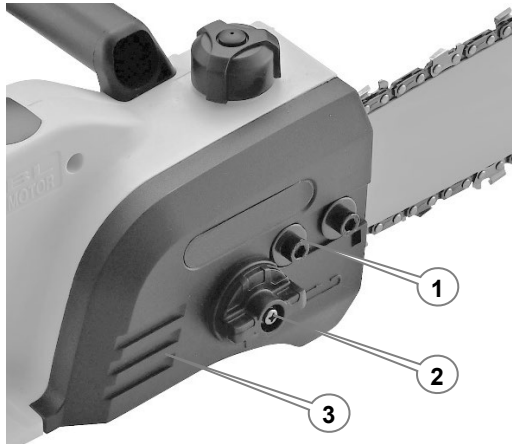

Рисунок 5. Схема вузла фіксації «шини» кришкою із механізмом натягу ланцюга.
2. Відкрутити фіксатори (1, рис. 5) кришки (3, рис. 5) кріплення «шини».
3. Демонтувати кришку (3, рис. 5) кріплення «шини».
2. Послабити гайки-фіксатори (1, рис. 5) механізму регулювання натягу ланцюга, повернувши їх ключем на 1-2 оберти проти ходу годинникової стрілки.
3. Повернути маховичок регулятора (2, рис. 5) механізму натягу ланцюга у відповідному напрямку: у напрямку руху годинникової стрілки – для збільшення натягу, а у протилежному – для послаблення.
5. Міцно затягнути гайки-фіксатори (1, рис. 5) до упору.